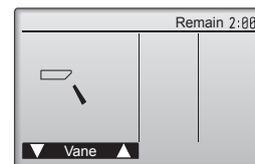

Fig. 7-6
- ① Verificare il deflettore automatico con i pulsanti **F1** **F2**. (Fig. 7-6)
- ② Premere il pulsante **☰** per tornare alla schermata "Test run" (Prova di funzionamento).
- ③ Premere il pulsante **⏻**.